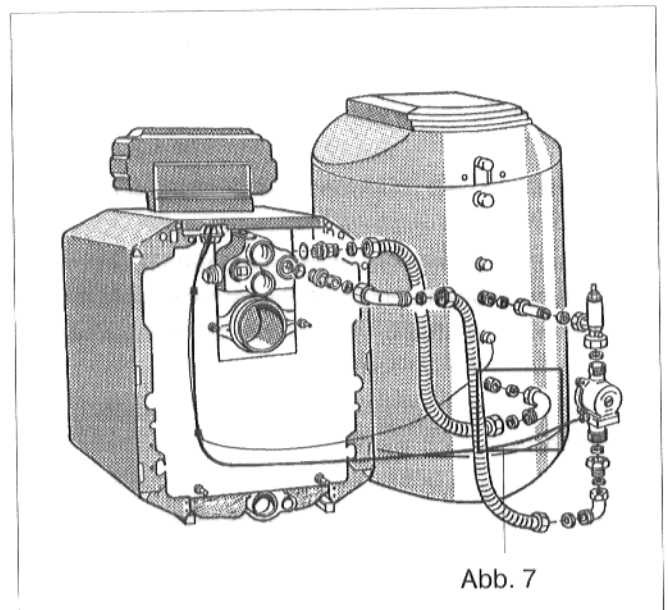

Abb. 6
- Dichtung in den Winkel einlegen und den Winkel auf den Rücklaufanschluß am Speicher-Brauchwassererwärmer schrauben (Abgang zum Heizkessel; Abb. 6 und 7).